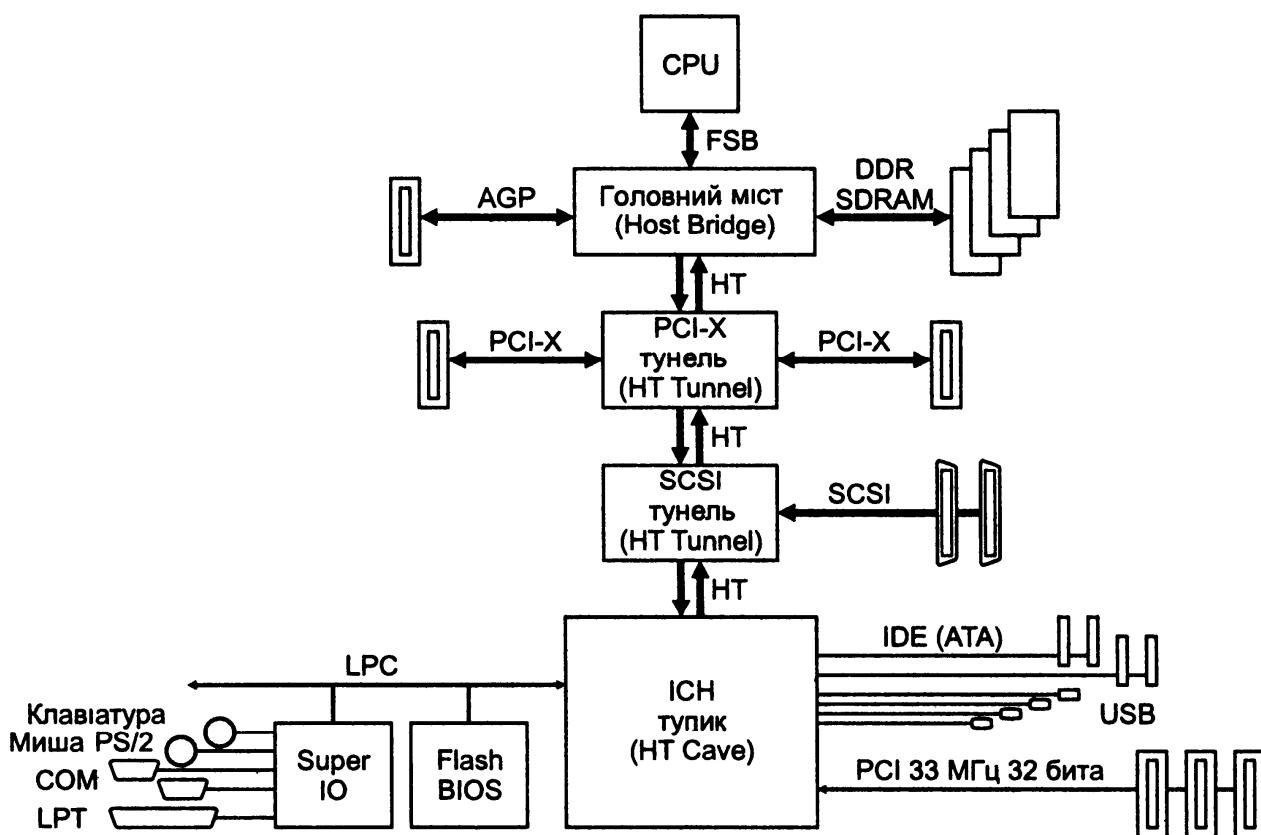

Рис. 2.7. Структурна схема комп'ютера архітектури HT
Технологія (**архітектура**) **Hyper Transport** (HT) замислювалася як альтернатива шинно-мостовій архітектурі системних плат. Основна ідея HT - заміна шинного з'єднання компонентів (периферійних пристроїв) системою двухточечних зустрічно спрямованих з'єднань. При цьому досяжна більш висока тактова частота інтерфейсів, що забезпечує їх більш високу (у порівнянні із шиною) пропускну здатність. Структурна схема комп'ютера архітектури HT наведена на рис. 2.7.